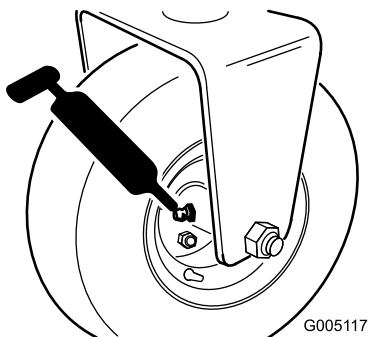

Figure 30
- Moyeu de rouleur arrière ou, si la machine est équipée d'un kit 3 roues motrices, embrayages à rouleau de roues arrière et roulement à billes extérieur (1) (Figure 30)